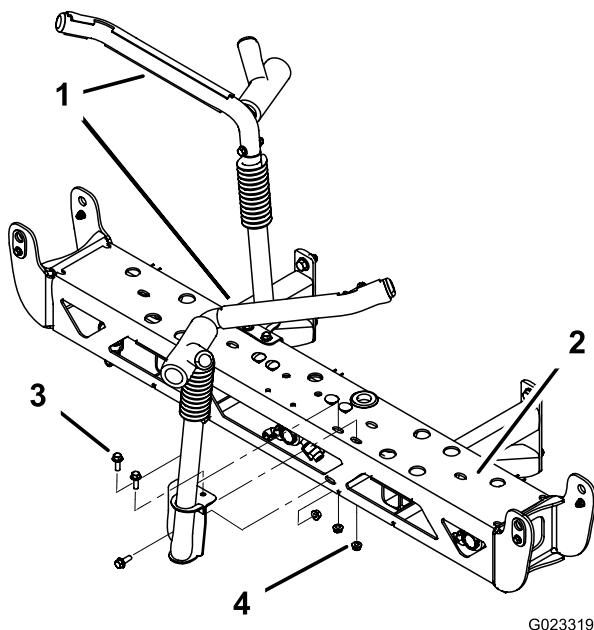

Bild 12
1. Befestigen Sie die Transportgabeln der Ausleger mit sechs Schrauben (9,5 mm x 32 mm)(3/8" x 1-1/4") und sechs Sicherungsmuttern (9,5 mm)(3/8") am mittleren Ausleger, siehe Bild 12.